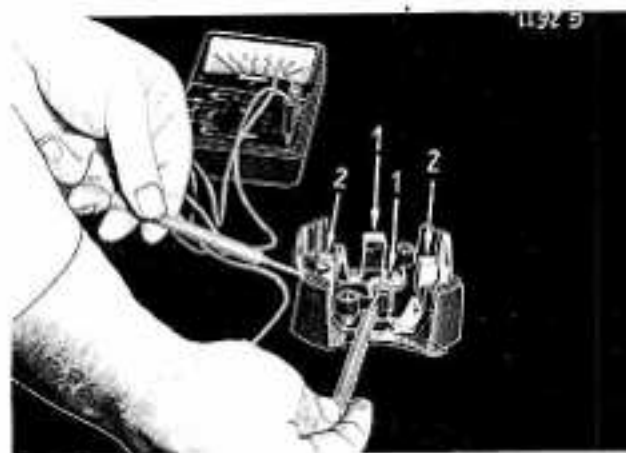

Bild 255
Mit einem Prüfgerät oder mit einer Prüflampe 40 Volt Wechselspannung die Isolation der Bürstenhalter (1) Bild 255 prüfen. Die Lampe darf nicht aufleuchten. Das Ohmmeter muß eine "unendliche" Anzeige haben. Der Lagerflansch muß bei der Prüfung trocken und frei von Kohlebürstenabrieb sein.